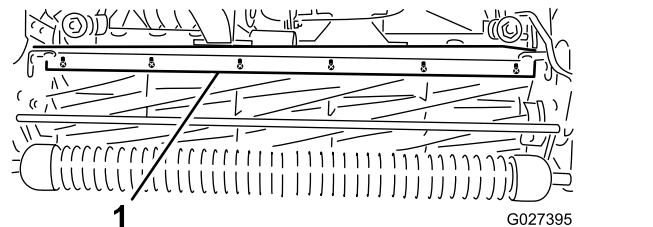

図 59
- バー 図 59 をカッティングユニットに固定しているねじをゆるめる。